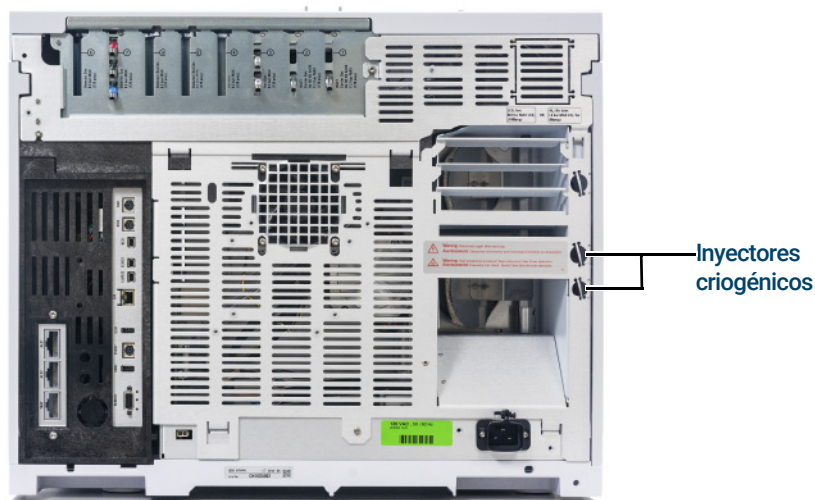

Figura 14. Conexiones de la válvula de enfriamiento criogénico con N₂
- 2 Localice el inyector que se encuentra en la parte trasera del GC. Prepare suficientes tuberías para llegar desde el tanque de suministro hasta esta toma de salida. Consulte **Figura 14**.